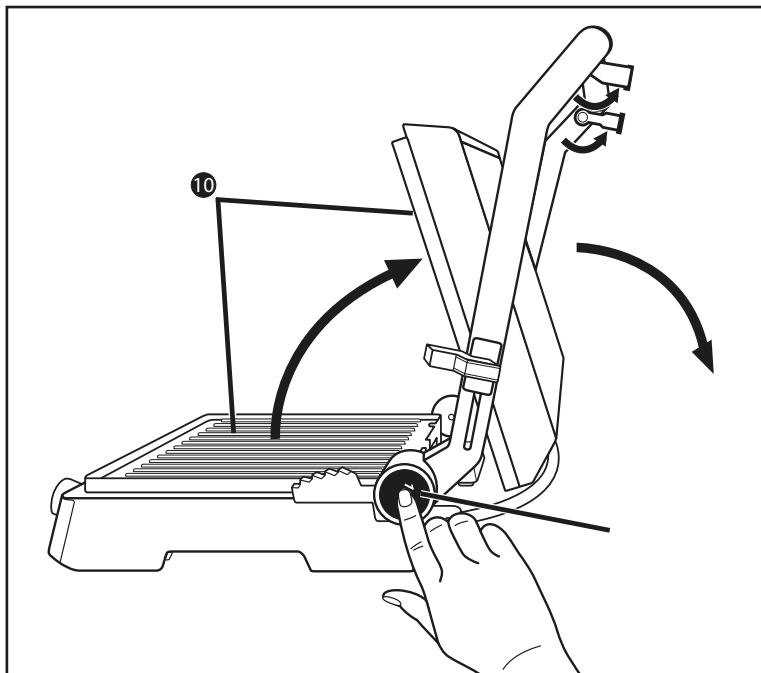

Abb. 1
- 1) Klappen Sie die beiden Stützfüße **1** aus (Abb. 1).
- 2) Drücken Sie die Entriegelungstaste **180° 3** (Abb. 1) und öffnen Sie den Gerätedeckel so weit, dass beide Grillplatten **10** als Tischgrill benutzt werden können.